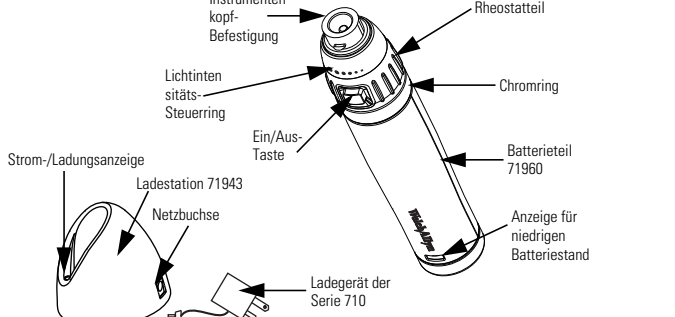

Abbildung 1
- Drücken Sie die Ein/Aus-Taste am Rheostatteil und drehen Sie den Lichtintensitäts-Steuerung im Uhrzeigersinn, um die Lichtintensität zu erhöhen, drehen Sie den Ring bis zum Anschlag (Abbildung 1).
- Schließen Sie das Ladegerät an eine Wandsteckdose und die Netzbusche an die Ladestation an. Die Strom-/Ladungsanzeige leuchtet (grün) auf, wenn Strom fließt (Abbildung 1).